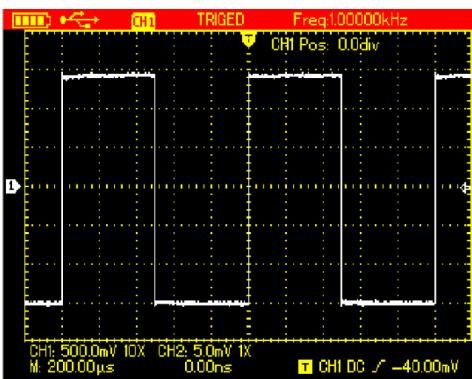

Figura 4-5 Sinal de onda quadrada do próprio osciloscópio
3. Ligue a sonda ao terminal de saída para compensação da sonda no osciloscópio, premir o botão **AUTO** e, após alguns segundos, uma onda quadrada será exibida (1kHz, 3V/pp, valor pico a pico), ver Figura 4-5.